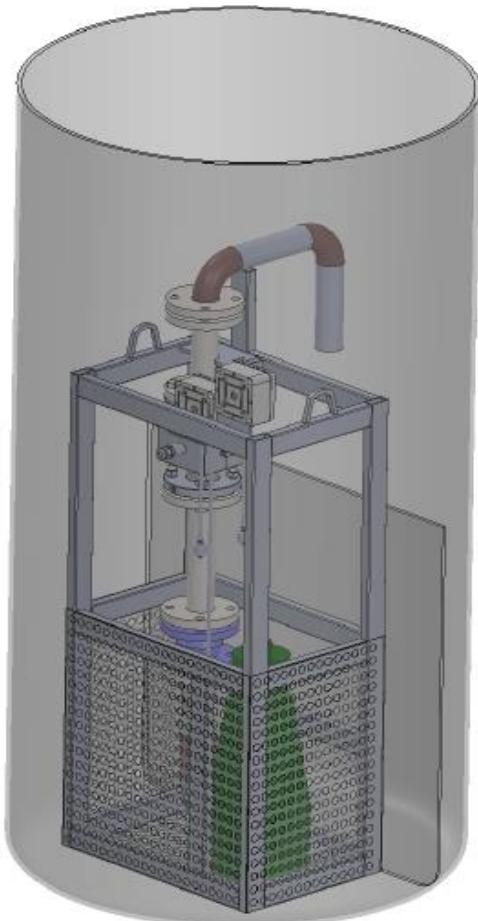

Рис. 1.1. Общий вид.
Общий вид комплекса и его габаритные размеры приведены на рис. 1.1, 1.4, 1.5
4. Комплекс монтируется в бак с помощью крана или манипулятора в соответствии с рис.1.1.
- Комплекс монтируется в бак с помощью крана или манипулятора в соответствии с рис.1.1.